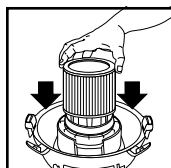

FIGURA 12
19. Con la tapa del depósito en posición invertida, deslice el filtro de cartucho hacia abajo sobre el alojamiento de la tapa, empujando hasta que el filtro se selle contra la tapa. **FIGURA 12.**